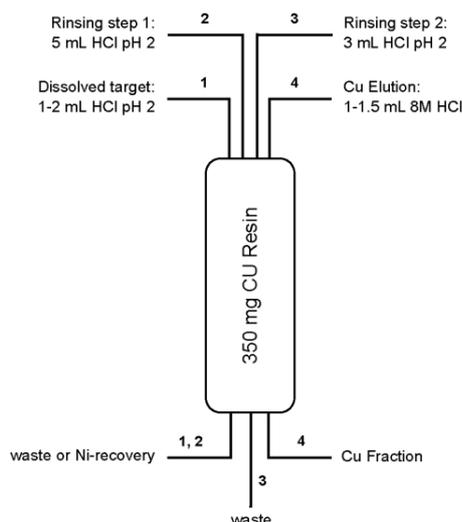

Abb. 3: Optimierte Cu Trennmethode (2).
Eine weitergehende Methodenoptimierung führte zu der in Abb. 3 gezeigten Methode (2). Diese Methode kann mit erhöhten Flussraten (z.B. Vakuum-unterstützt) verwendet werden ohne dass Ihre Trennleistung signifikant abnimmt. Das Resin sollte mit maximal 1 mL/min geladen und Cu mit maximal 1 mL/min eluiert werden, während die Spülschritte mit bis zu 6 mL/min durchgeführt werden können. Die aufgereinigte Cu Fraktion kann somit in 3 – 5 min erhalten werden.